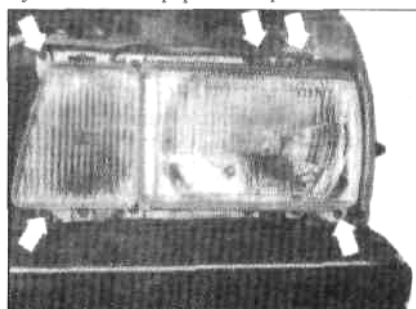

Рис. 10.44 Расположение крепежных винтов главной и противотуманной фар (Глава 26)
- 4 Открутите и удалите крепежные винты, отмеченные стрелками на Рис. 10.44, и снимите главную фару, противотуманную или блок фары в сборе.